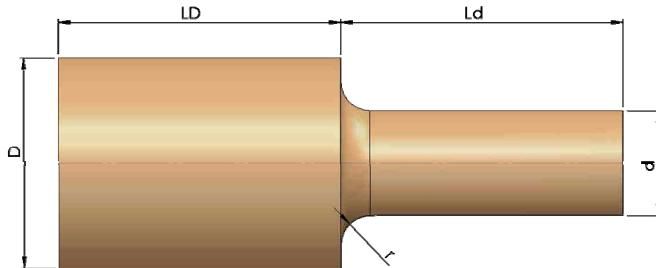

Fig. 11.1
Pieselete din construcțiile de mașini prezintă variații bruske de secțiune datorită existenței unor elemente specifice (găuri filetate, canale de pană, gulere de racordare, etc.). În asemenea locuri, studiul teoretic și experimental a arătat că are loc o concentrare a eforturilor unitare, în sensul creșterii valorii tensiunii locale mult peste cea calculată prin relații uzuale ale rezistenței materialelor. Aplicația abordează studiul numeric al concentratorului de tip racordare circulară pentru o bară de secțiune circulară, fig. 11.1, supusă solicitării de întindere și oferă o comparație a rezultatelor numerice cu cele determinate experimentale [20], [21].
Variația bruscă de secțiune care dă naștere fenomenului de concentrare a eforturilor unitare într-un corp poartă numele de concentrator. Pentru concentratorul de tip racordare circulară, fig. 11.1, concentratorul de tensiune este generat datorită variației de secțiune de la diametrul „D” la diametrul „d” al barelor de secțiune circulară, precum și de valoarea razei de racordare „r” dintre cele două diametre. Efectul cantitativ al concentratorului asupra mărimii efortului unitar maxim „ $\sigma_{max}$ ” este contabilizat prin intermediul coeficientului de concentrare „ $\alpha_{\sigma}$ ” conform relației (1), unde valorile coeficientului  $\alpha_{\sigma}$  sunt determinate experimental [2], iar tensiunea  $\sigma_n$  se exprimă prin relația (2).
The components from the engineering domain include section variation due to specific elements (thread holes, grooved wedge, thrust collar, etc.), where the experimental and theoretical studies show the local stress with an increased value comparative with the stress values calculated by classical resistance formulas. The application presents a numerical study of the local stress for a circular fillet corner with a tensile force applied on a rod shape, fig. 11.1, and a comparative result of the numerical and experimental data [20], [21].